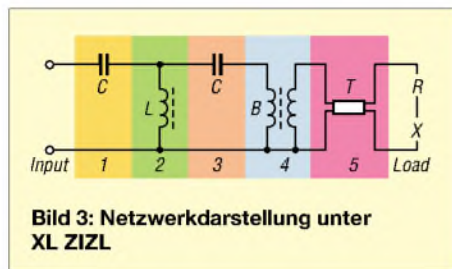

Bild 3: Netzwerkdarstellung unter XL ZIZL
Bild 3 zeigt beispielhaft die maximal mögliche Konfiguration eines Anpassnetzwerks (1 bis 5), so wie es durch XL ZIZL während der Netzwerkeingabe dargestellt wird. Zwischen Eingang (Input) und Last (Load) befindet sich ein T-Filter (1 bis 3), ein Balun (4) und schließlich die Antennenzuleitung (5).